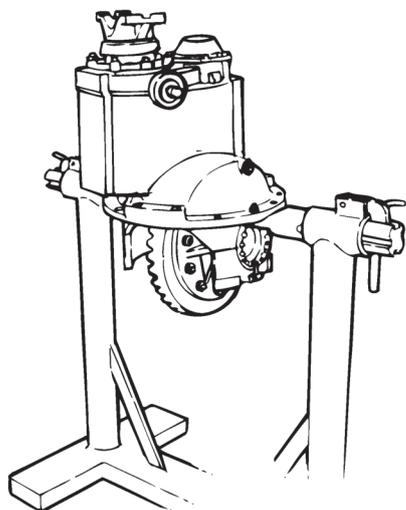

Figura 3.10
8. Use uma ferramenta de levantamento para erguer o diferencial pelo garfo ou flange de entrada e colocá-lo no suporte de reparo. Não erga o diferencial com as mãos. Veja a Seção 10 para ver como construir um suporte de reparo do diferencial. Figura 3.10.